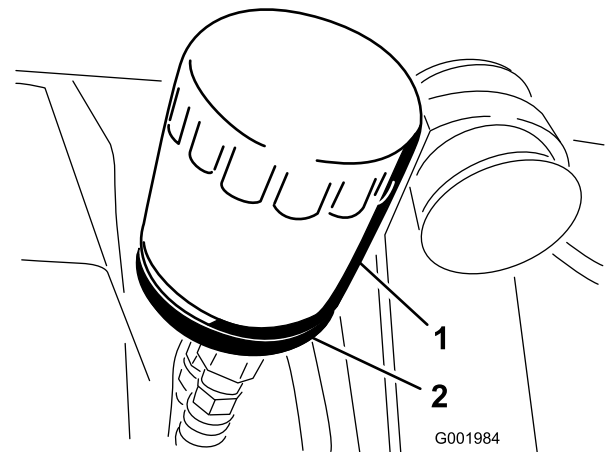

Bild 51
2. Entfernen Sie den Ölfilter (Bild 51).
Sie ihn dann um eine weitere 1/2 Umdrehung fester (Bild 51).